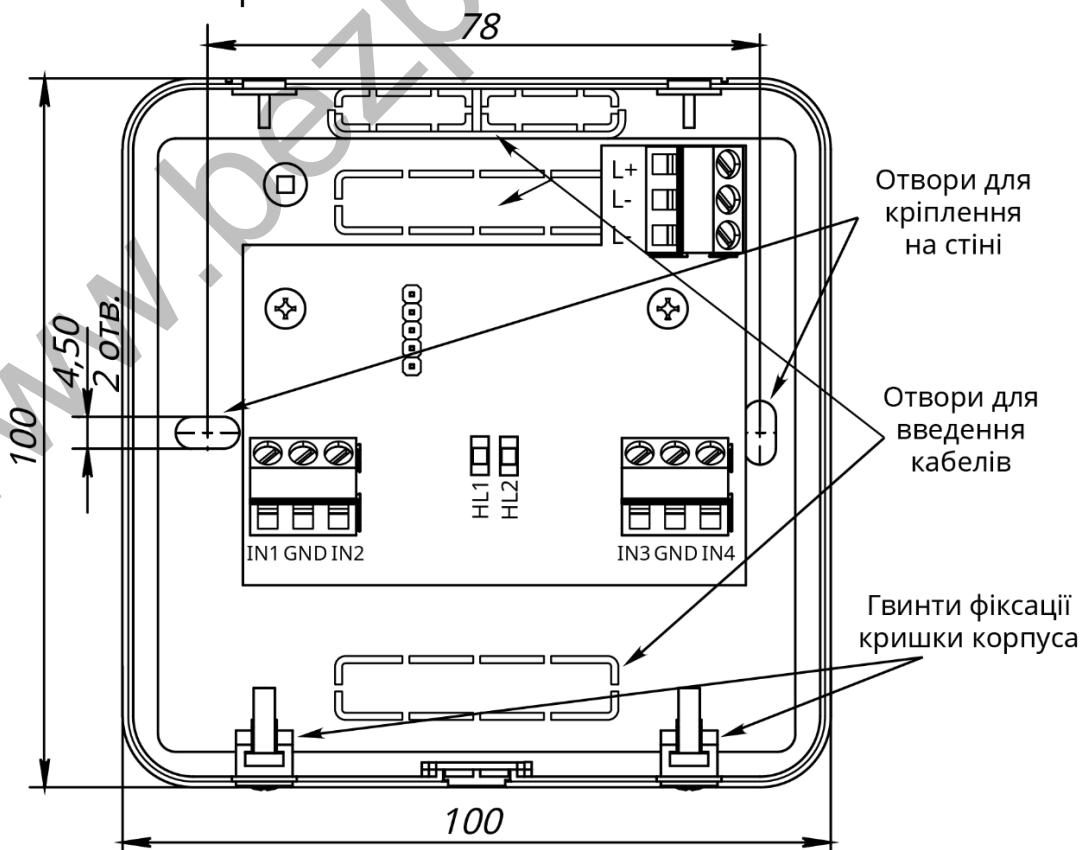

Рисунок 1 – Зовнішній вигляд пристрою зі знятою кришкою
Пристрій призначений для збільшення кількості входів СПСА. Пристрій випускають в пластмасовому корпусі. Зовнішній вигляд пристрою зі знятою кришкою наведено на рис.1.
4.1 Перелік клем та їх функцій наведений в табл. 1. Розташування клем пристрою показане на рис.1.
4.3 Для індикації режимів роботи та стану пристрою використовуються світлодіодні індикатори, розташовані на платі. Призначення індикаторів HL1, HL2 (рис. 1):